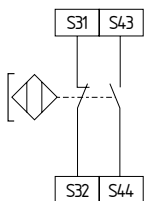

Fig. 14
8.3.3 Configurazione dei sensori - Controllo a due canali di interruttori magnetici di sicurezza secondo EN 60947-5-3 (vedere Fig. 14)